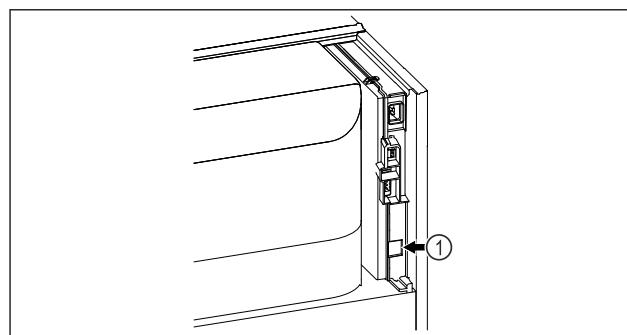

Fig. 96
- Se utiliza SmartModule Fig. 96 (1).